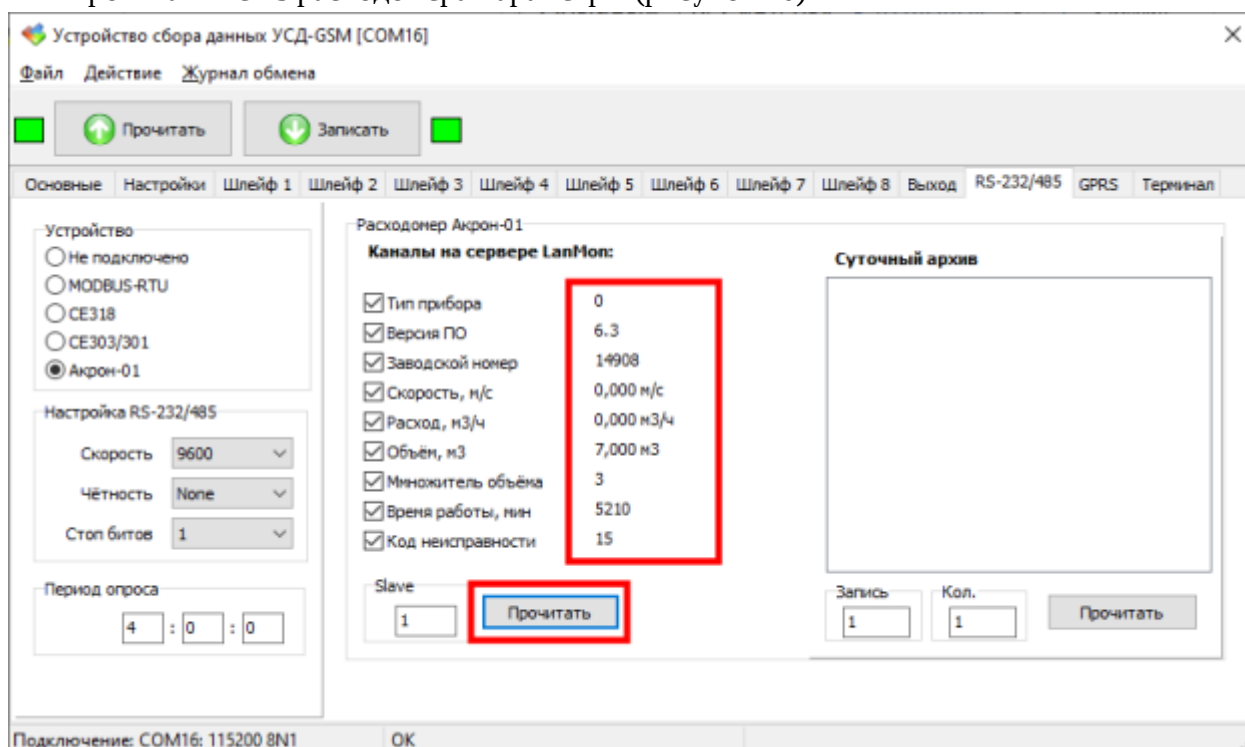

Рисунок 40 – Чтение данных из «Акрон-01»
11. Если настройки УСД и подключение к прибору сделаны правильно, то появятся прочитанные из расходомера параметры (рисунок 40).